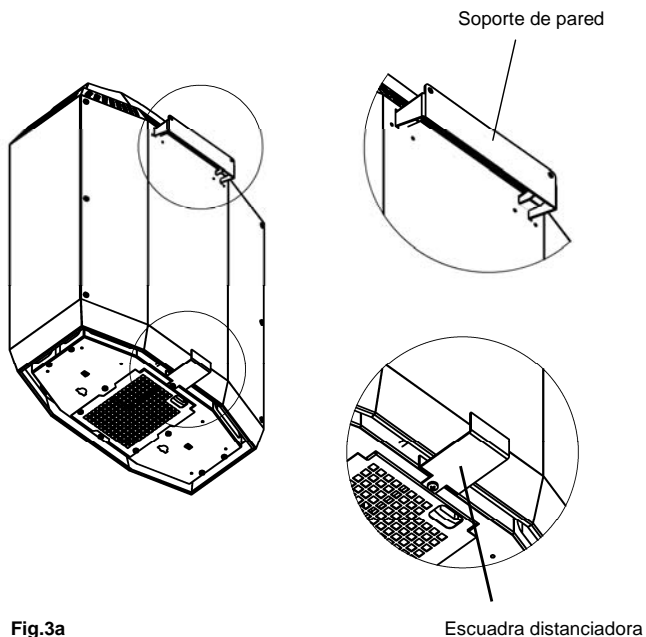

Fig.3a
- Para el montaje de la escuadra distanciadora desatornillar el tornillo de la chapa piso y atornillar la escuadra distanciadora en esta posición (ver fig.3a).